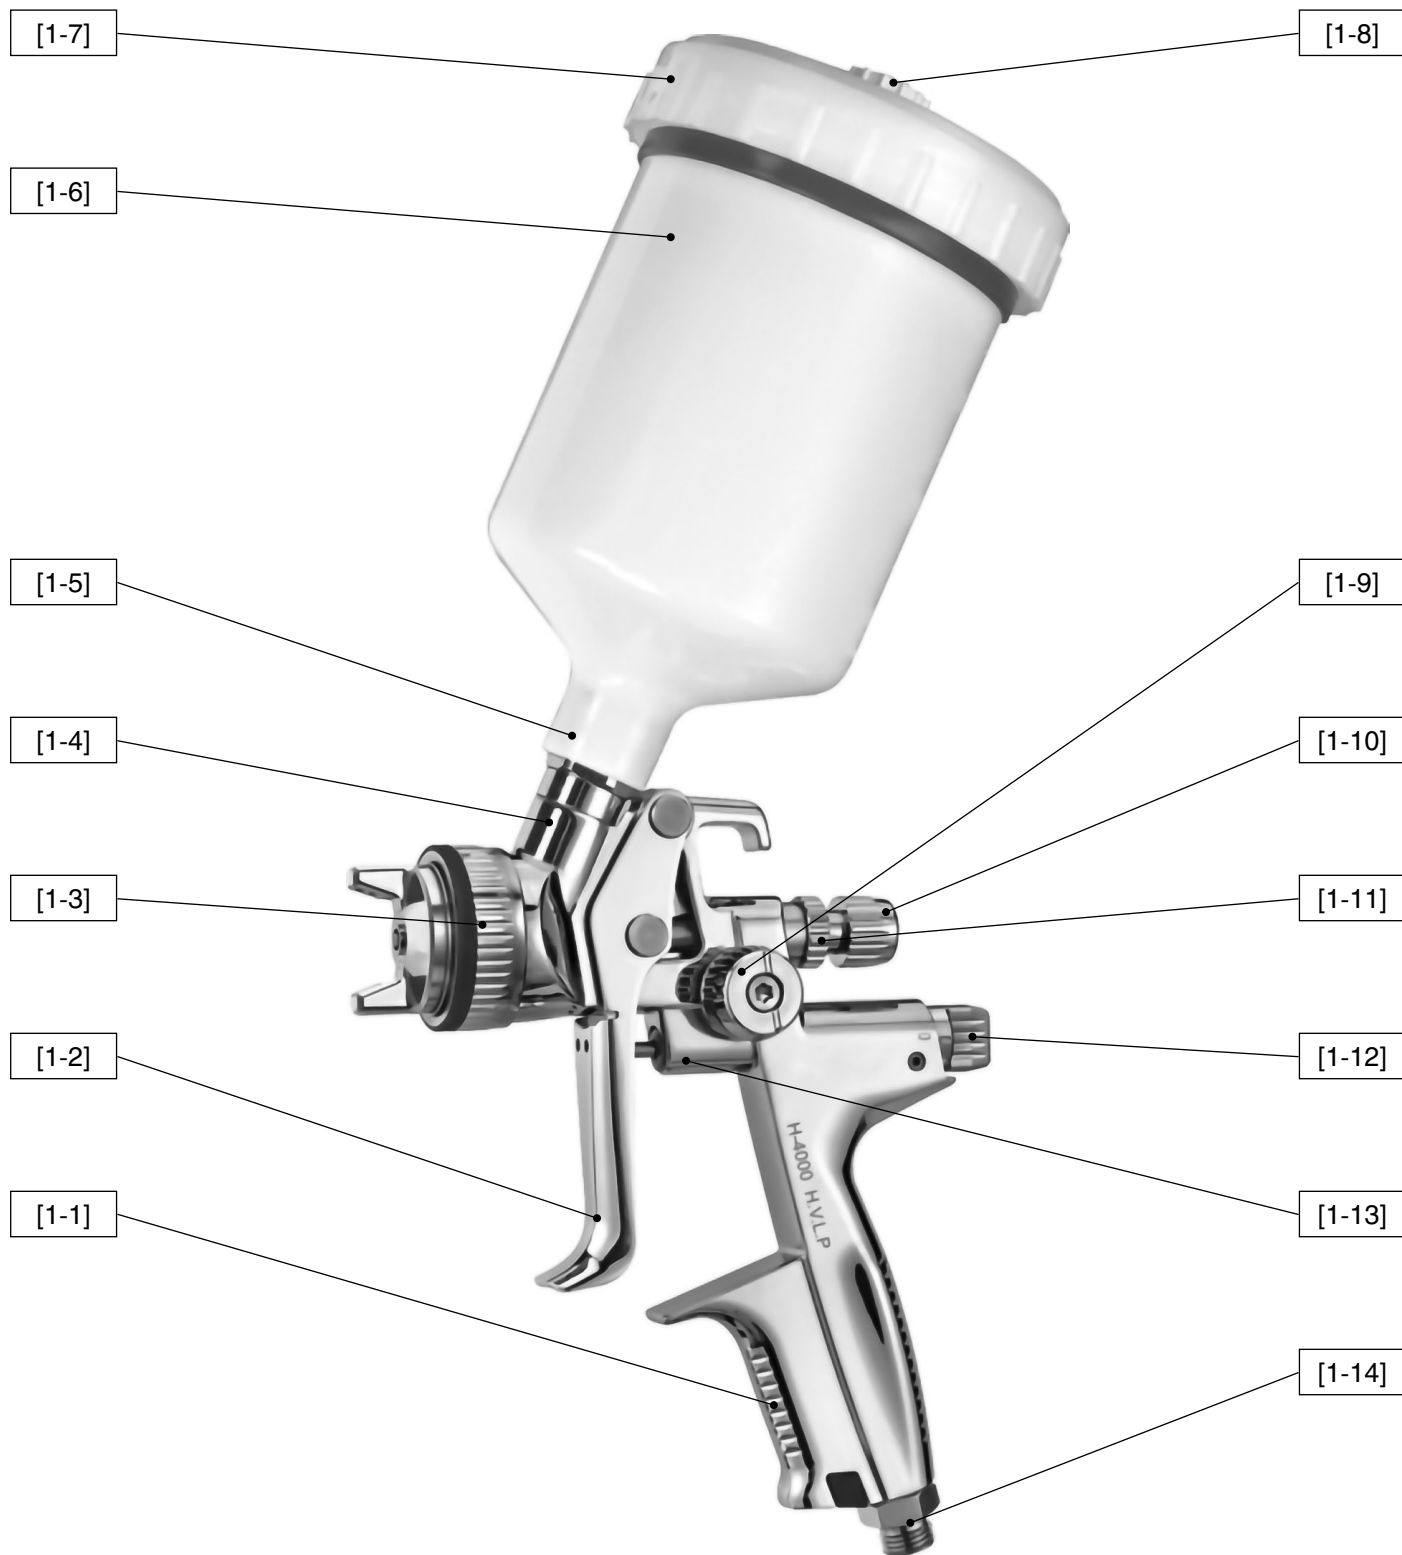

рис. 1
2. Конструкция (рис. 1)
Далее, см. рис. 1, 3, 4, 5.
- Нажмите на пусковую скобу до упора и настройте входное давление пистолета (см. спецификацию пистолета) с использованием регулятора (поз. 32, рис. 1) и цифрового / механического манометра, затем отпустите пусковую скобу. Рекомендуемое рабочее давление составляет 2 бар.